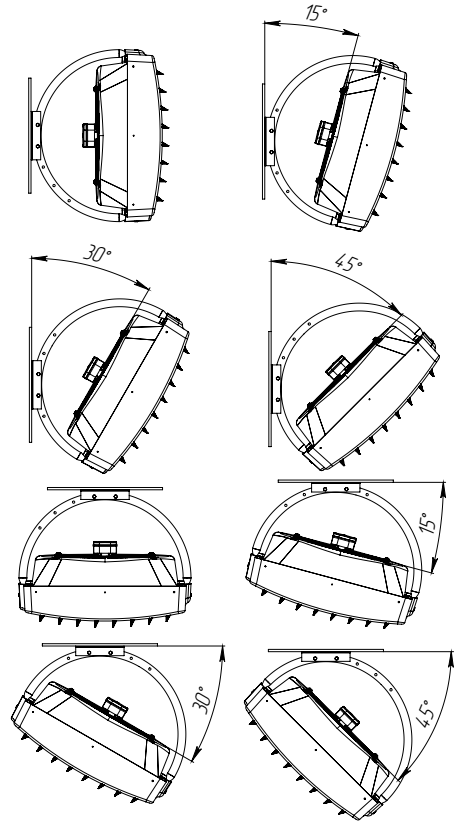

Рис.12
7.12 Варианты установки теплоventилиатора на кронштейне (рисунок 12) Прибор в кронштейне может монтироваться под углами: 00,150,300,450, к вертикальной плоскости.